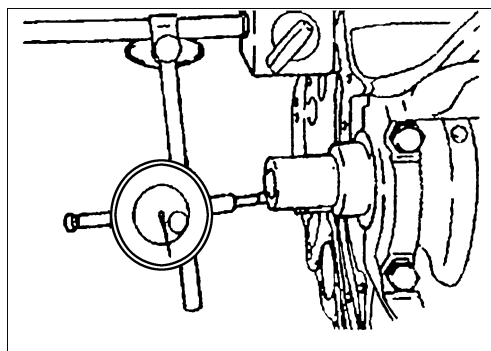

图 2-148 检查轴向间隙
⑧ 主轴承盖安装好后，确认曲轴是否圆滑转动如图 2-148 所示，检查轴向间隙。